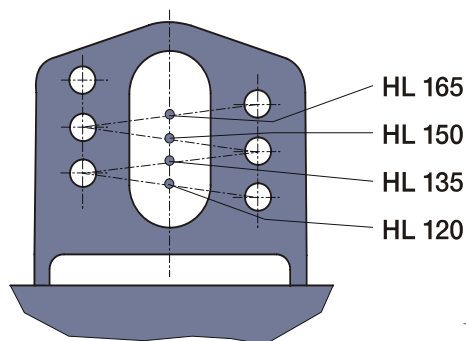

Рис. 2
2. Присоединить тормозную камеру на расчетную высоту, в соответствии с тормозным расчетом (Рис. 2)